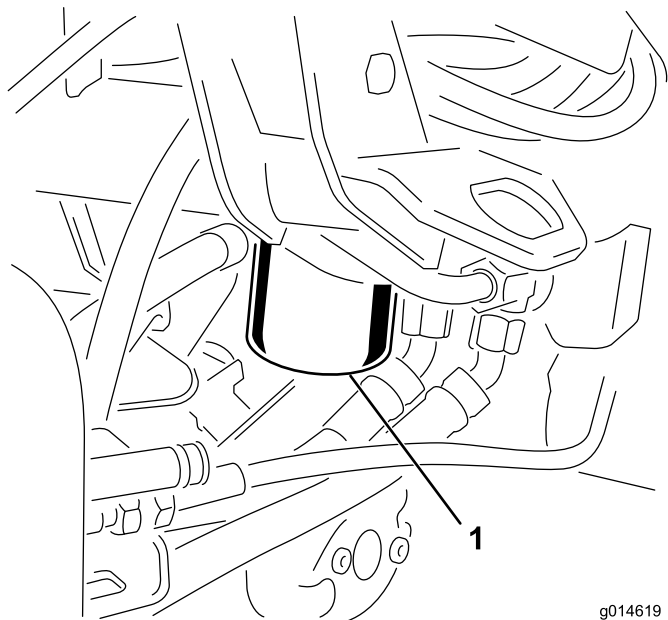

Figura 53
1. Limpie la zona de montaje del filtro (Figura 53). Coloque un recipiente debajo del filtro y retire el filtro.